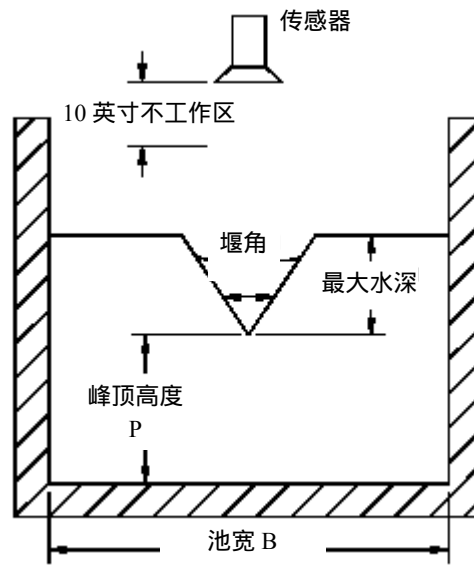
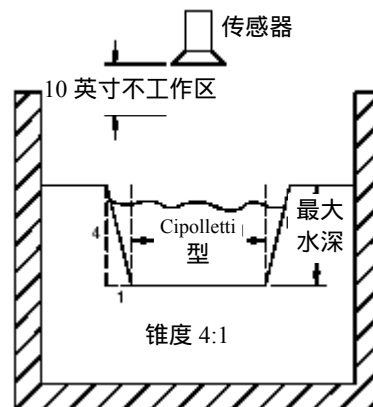
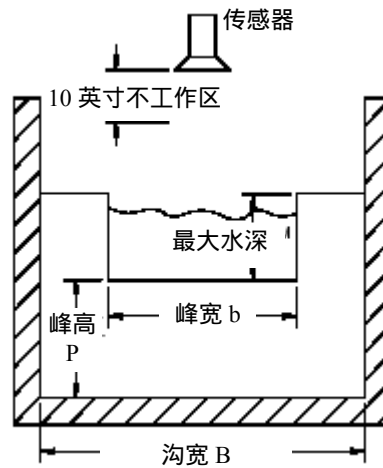

图 3-2 V-型堰尺寸设计
图 3-3 Cipolletti 堰设计尺寸
图3-4 矩形堰（底部收缩）尺寸设计
**注意：**记入的对于所有标尺结构的最大水深，是指如图 3-2、图 3-3、图 3-4 或图 3-5 所示的峰顶高度。不要输入全部高度。
V 型堰 (见图 3-2)
### Cipolletti 堰 (参见图 3-3)
### 矩形堰 (见图 3-4 或图 3-5)
最后，输入一个标尺结构的 MAXIMUM DEPTH（最大水深）值以完成设置。这是峰顶高度的测量值，正如图 3-2，图 3-3，图 3-4，和图 3-5 所示。不要输入全部的水深值。